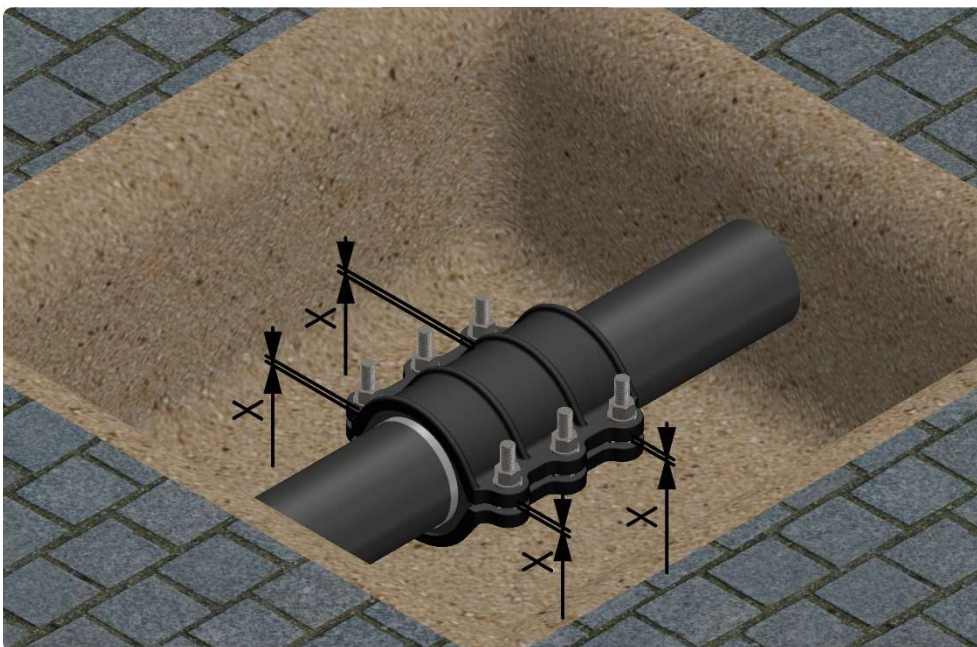
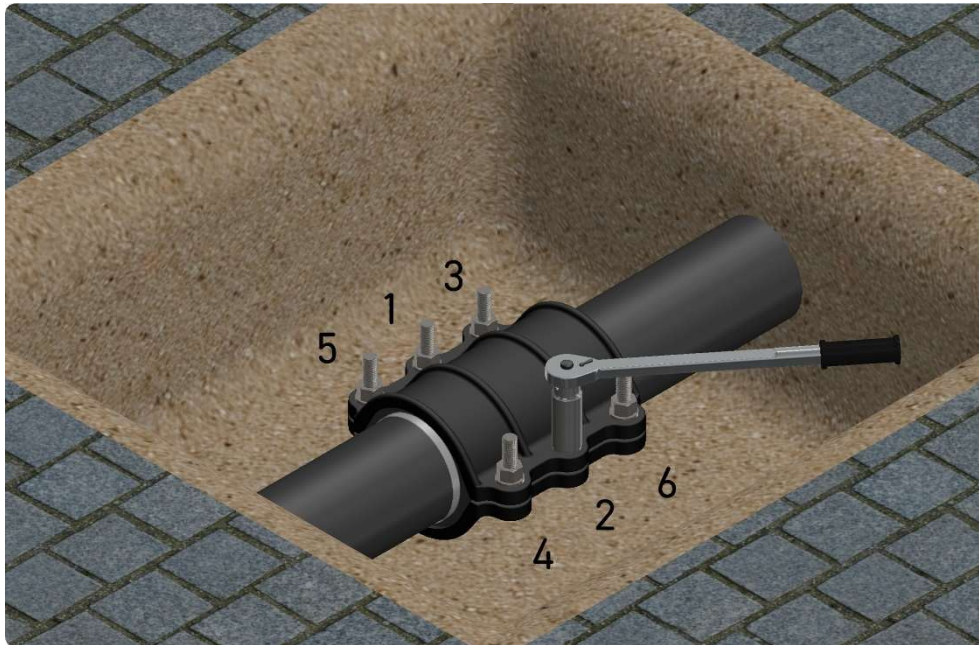

Bild 5 / figure 5
Bild 6 / figure 6
5. Die Schellen nach Reihenfolge aus Bild 6. gleichmäßig festziehen für konstante Abstände X (Bild 5) zum Erhalt gleichmäßiger Dichtwirkung.
5. Tighten the clamps evenly according to sequence from figure 6. for constant distances X (figure 5) to obtain equal sealing effect.
6. Die Muttern in Stufen von 50% - 75% - 100% anziehen bis zu den Drehmomenten nach **Tabelle 2**. Das Anziehen der Muttern erfolgt je Stufe in der abgebildeten Reihenfolge 1-6 (Bild 6), zwischen den einzelnen Stufen sind jeweils 10 Minuten Wartezeit für eine ausreichende Gummianpassung einzuhalten.
6. Tighten the nuts in steps of 50% - 75 - 100% up to the torque values according to **table 2**. Tightening of the nuts is performed for each step in illustrated sequence 1-6 (figure 6), between the individual steps a waiting period of 10 minutes each is required for proper rubber adoption.